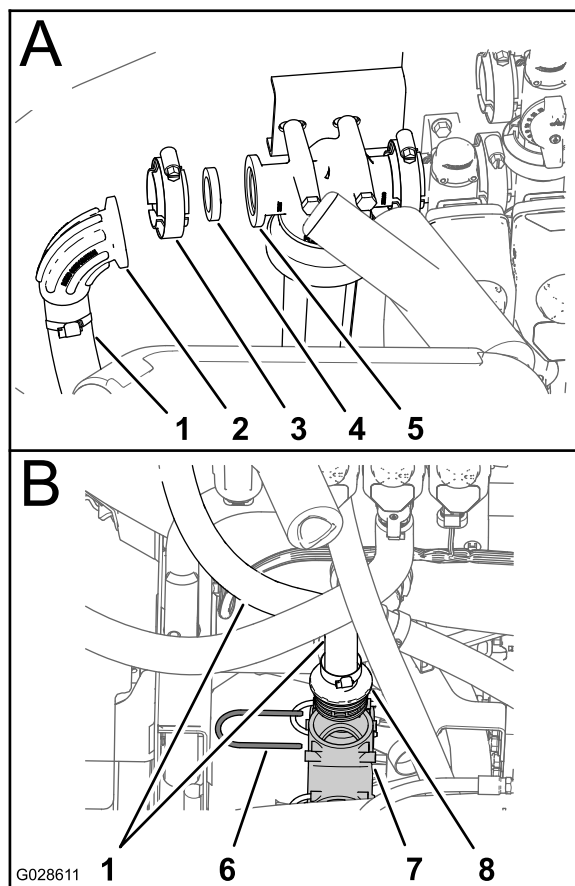

Figura 35
1. Îndepărtați clemă cu flanșă, garnitura, cotul cu flanșă și furtunul de alimentare de la capul filtrului sub presiune (A din Figura 35).
2. Îndepărtați opritorul care fixează fittingul drept pentru butuc al furtunului de alimentare de fittingul în T inferior al sistemului de pulverizare și îndepărtați furtunul de alimentare de pe maină (B din Figura 35).
3. Îndepărtați cotul cu flanșă și clemă pentru furtun de pe furtunul de alimentare (Figura 35).